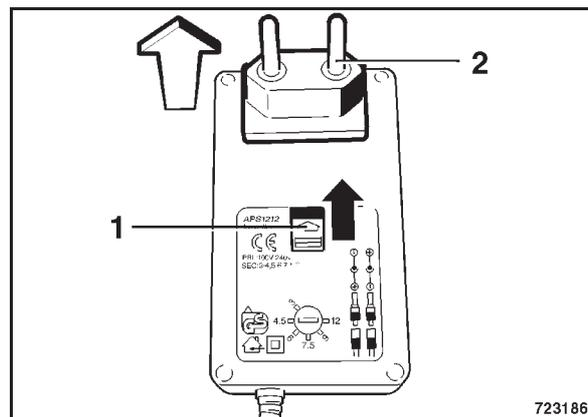

Bild 89
- Verriegelung 1 (Bild 89) am Netzteil des Akkuladegerätes nach vorne schieben und Stecker (2) nach oben aus dem Netzteil herausziehen.